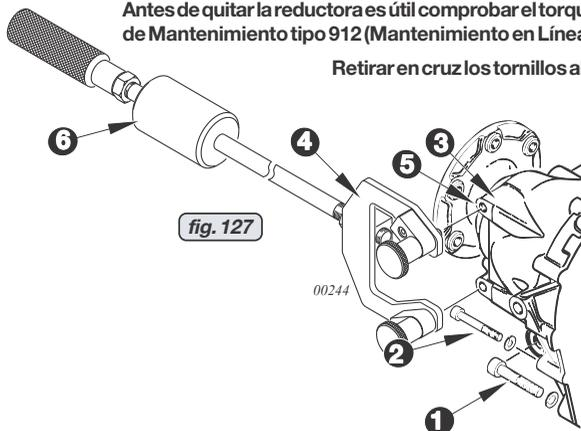

fig. 127
14.4) Reductora de hélice Ver fig. 127, 128, 129 y 130.